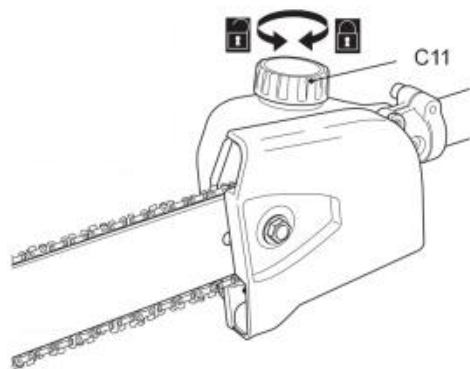

Fig. 16
2) Schrauben Sie den Öltankdeckel (C11) ab (Abb. 16) und füllen Sie ihn ab. Wir empfehlen die Verwendung eines umweltfreundlichen Kettenöls, das speziell für dieses Produkt vorgesehen ist.